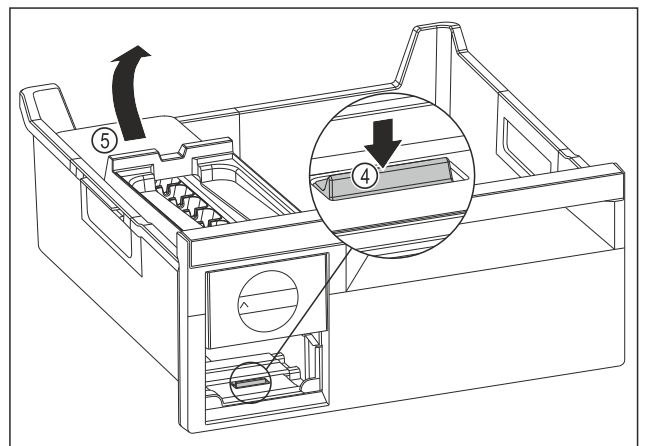

Fig. 105
- Estrarre il corpo dell'EasyTwist-Ice: Con un dito spingere la linguetta Fig. 105 (4) verso il basso e allo stesso tempo, con l'altra mano, sollevare il corpo dell' EasyTwist-Ice Fig. 105 (5) da dietro.